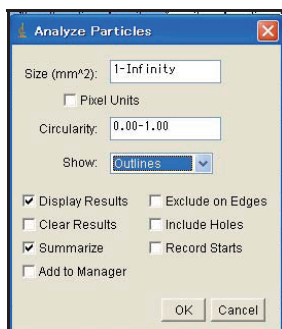
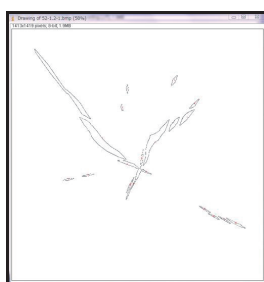

図4 解析条件の設定
図5 解析画像
- ⑥ メニューの[Analyze]から[Analyze Particles]を選び、開いたウィンドウで解析条件を指定(図4)して実行すると、解析結果として画像(図5)と結果一覧(図6)が出力されます。
- ⑦ 出力された表を選択・コピーして、解析評価用エクセルシートにテキストとして貼り付けます。